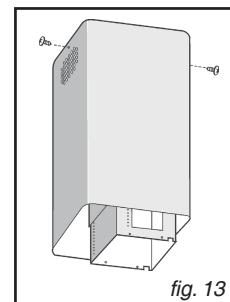

fig. 13
- Oberes Rohr (mit runden Löchern) so in die Teleskopstruktur einstecken, dass die Löcher sich oben befinden; Rohr mit 2 Schrauben am Bügel befestigen (Abb. 13). Unteres Rohr auf dieselbe Weise einstecken; Nach oben schieben und in dieser Position mit Klebeband befestigen (Abb. 9).